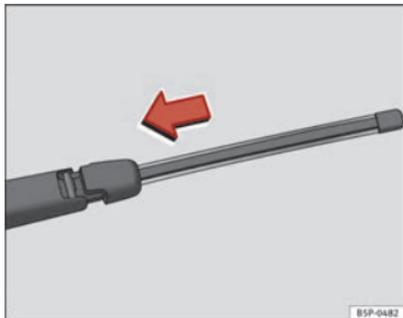

Abb. 143 Heckwischerblatt einsetzen
- Halten Sie das Wischerblatt wie in ⇒ Abb. 143 angezeigt fest und schieben Sie den Adapter so lange, bis er einrastet.